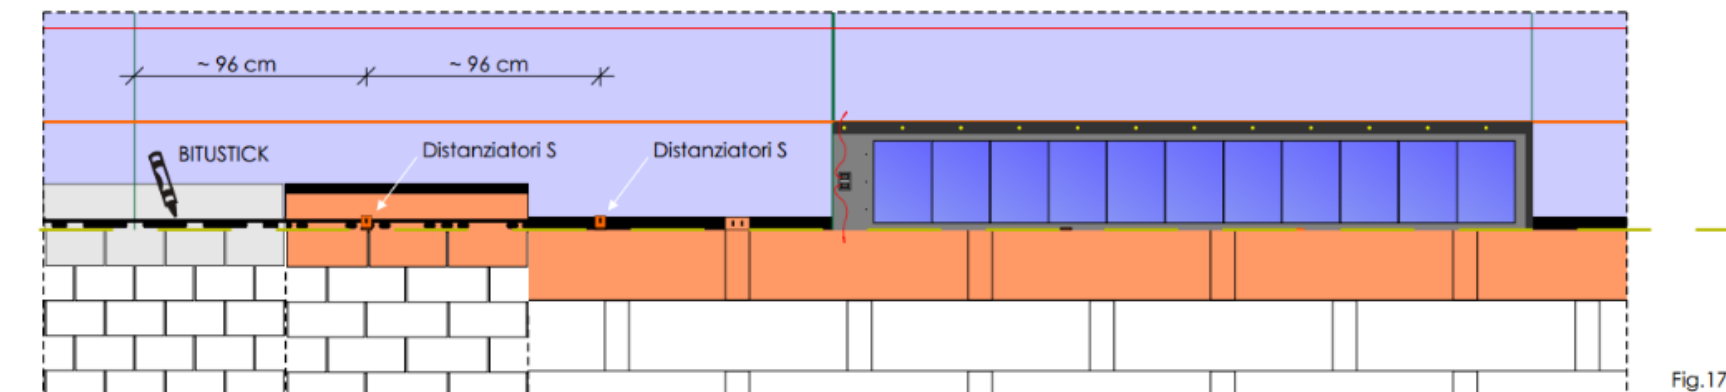

Fig.17
- Definita la linea da cui partire con il manto Tegosolar applicare un cordolo di bitustik a 4-5 cm dalla linea stessa (fig. 17), qualora non siano presenti pastiglie termoadesive o autocollanti che svolgano questa funzione in tale posizione.